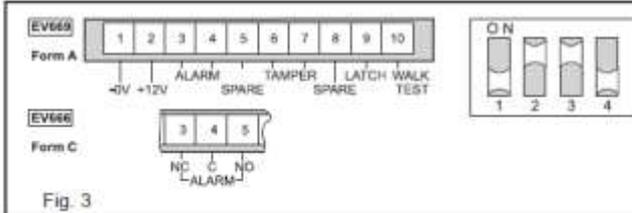

Fig. 3
- Retirer la plaque de montage ① comme indiqué.
- A l'aide des trous de montage ②, fixer la plaque de montage au plafond dans la position souhaitée.
- Dénuder les fils sur 5 centimètres et les mener par le trou ③ d'entrée de câble, ainsi que par l'attache servant à réduire les contraintes.
- Câbler le détecteur et choisir les options fonctionnelles figurant au tableau (Fig. 3).
- Remettre le module de capteur ④ en place.
- Pour fixer le module à la plaque de montage, utiliser la vis ⑤ & ⑥, logée dans la plaque de montage pour le transport.
Remarque: Sélection d'abord la polarité de contrôle ("CV") avec le **interrupteur 1**. (voir Fig. 3.)